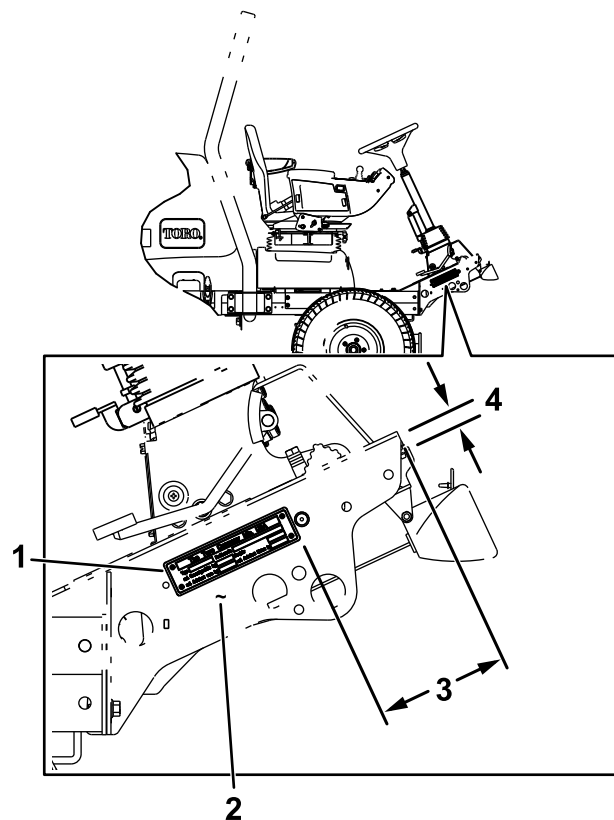

**Figur 23**
1. Fastklæb et skilt på begge sider af maskinen (Figur 23).
2. Fastgør hastighedspladen til venstre side af styrtøjlen med en bøjleskrue og 2 flangemøtrikker ( $\frac{3}{8}$ " (Figur 23).
3. Fastklæb et skilt på hastighedspladen (Figur 23).